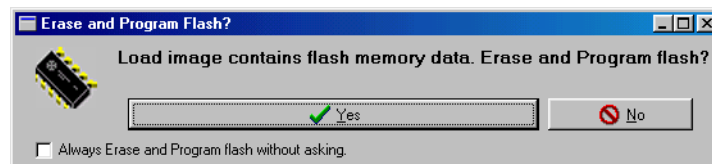

Figura 41 – Apagar e Programar a memória FLASH
- H. Uma nova caixa de diálogo (Figura 41) surgirá perguntando ao usuário se ele deseja apagar e programar a memória FLASH. O usuário deve responder “Yes”, e a partir desse ponto o código executável é gravado na memória FLASH.